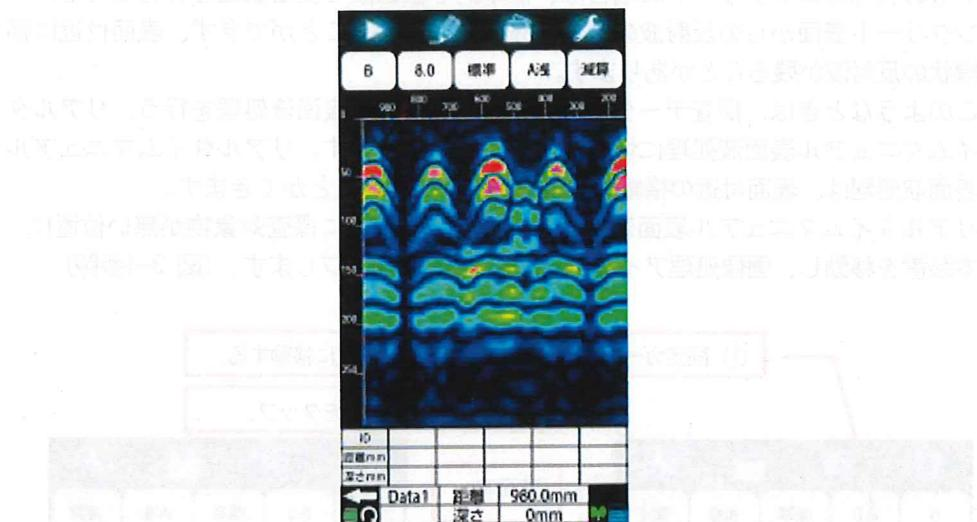

図 3-5 B モード探査結果例
- (7) 終了するときは、メイン画面上の [□] スタートアイコン（図 4-1①参照）をタップ、もしくはセンサー本体のスタートボタン（図 1-2④参照）を押してください。“ピッピッ”とブザーが 2 回鳴り、探査停止状態になります。探査例を図 3-5に示します。（スタートアイコンは[▶]に変化します）